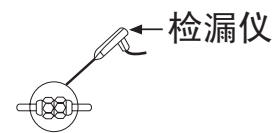

图31
- 3 在接口处用检漏仪或者肥皂水来检查是否有泄漏。(如图31)
- 4 用 ⑩ 塑料绝缘带把铜管和连接电缆包起来。